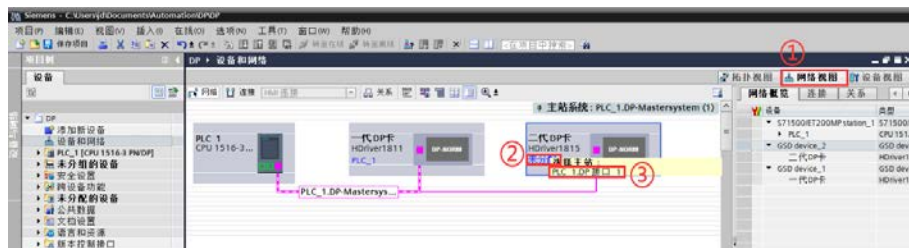

图 3.9 站点网络分配
4. 在网络视图下，点击【未分配】按钮，为 DP 站点分配控制器【PLC_1.DP 接口_1】，如图 3.9 所示。